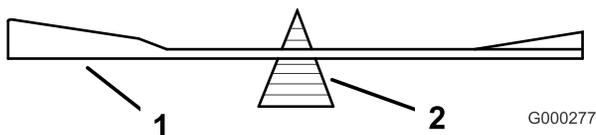

Bild 27
- Überprüfen Sie die Auswuchtung des Schnittmessers auf einer Ausgleichmaschine (Bild 27).